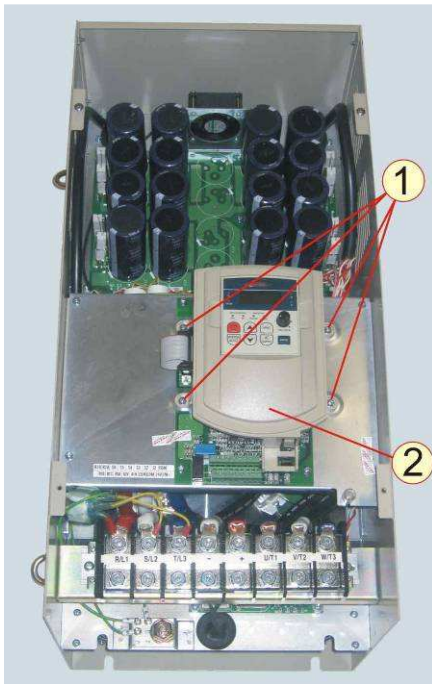

Рисунок 6.7
6.4.2 Выкрутить четыре винта 1 и снять стойку пульты 2 (рисунок 6.7). Положить винты и стойку пульты с пульты в тару.